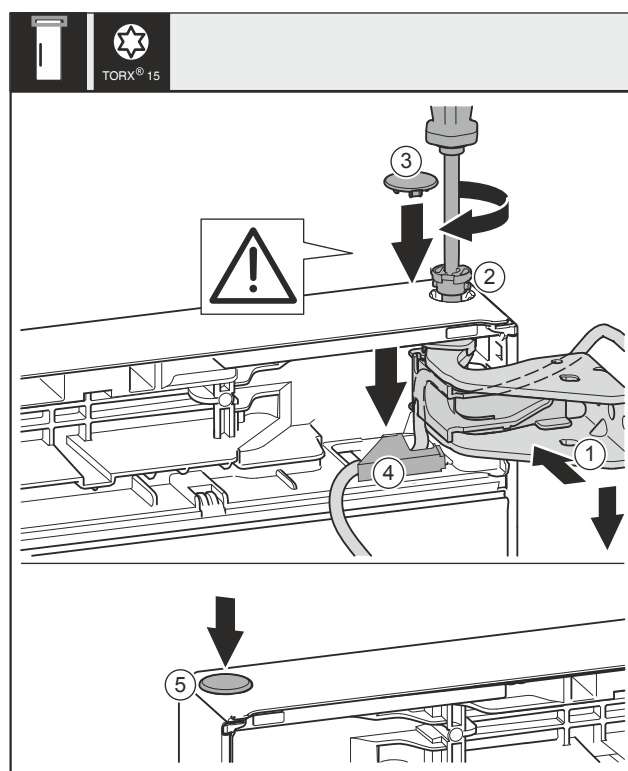

Fig. 45
- ▶ 将门的上方对准托架 Fig. 45 (1) 中的开口。
- ▶ 放入螺栓 Fig. 45 (2) 并用螺丝刀拧紧。
- ▶ 安装冰箱门安全装置的安全盖：放入安全盖 Fig. 45 (3) 并检查其是否在门上。此外将螺栓完全插入。
- ▶ 将盖板 Fig. 45 (4) 安装并朝下按压，直到其卡入到位。
- ▶ 放上堵头 Fig. 45 (5)。